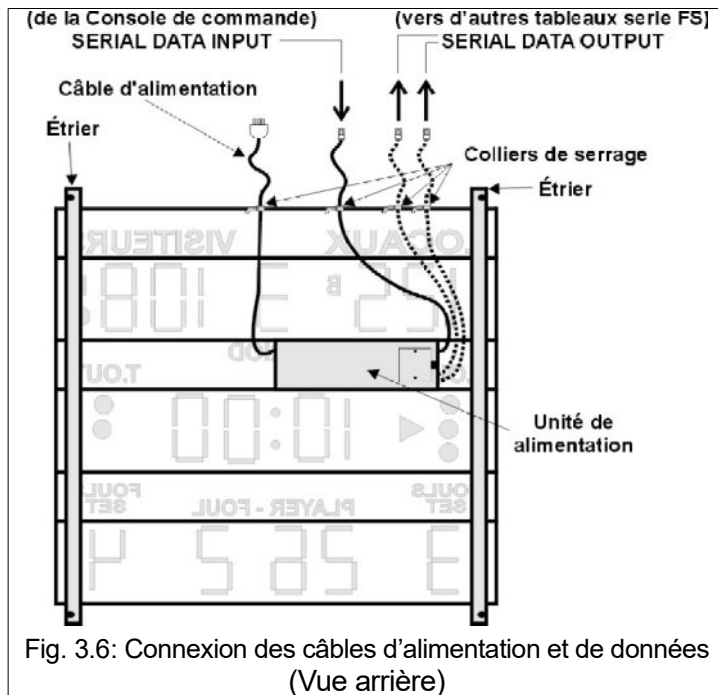

Fig. 3.6: Connexion des câbles d'alimentation et de données (Vue arrière)
1. Branchez le câble d'alimentation dans la prise correspondante et fixez l'autre bout sur la partie supérieure du tableau en utilisant le collier de serrage prévu à cet effet (voir Fig. 3.6); ceci a le but de rendre la fiche d'alimentation facilement accessible au-dessus du tableau après sa fixation au mur.
2. Pour les tableaux d'affichage du score centraux, en plus du câble série long destiné à la connexion de la Console de commande, sont également fournis trois câbles d'environ 1 m. Connectez un de ces câbles au connecteur "SERIAL DATA INPUT" et fixez l'autre bout sur la partie supérieure du tableau en utilisant le collier correspondant (voir Fig. 3.6). Ceci permet de faciliter le branchement du câble série en provenance de la Console, après avoir installé le tableau au mur.